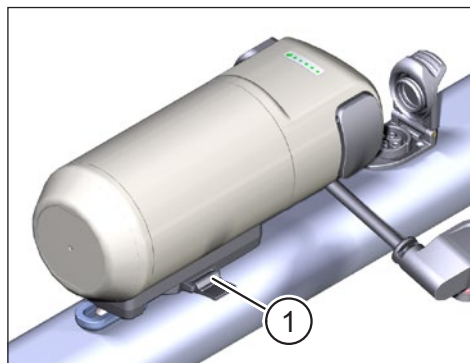

Abb. 6: FIDLOCK®-System verriegelt
- ▶ Schieben Sie die Verriegelungslasche bis zum Anschlag ein (siehe Pos. 1 in Abb. 6), um den Range Extender fest zu fixieren.